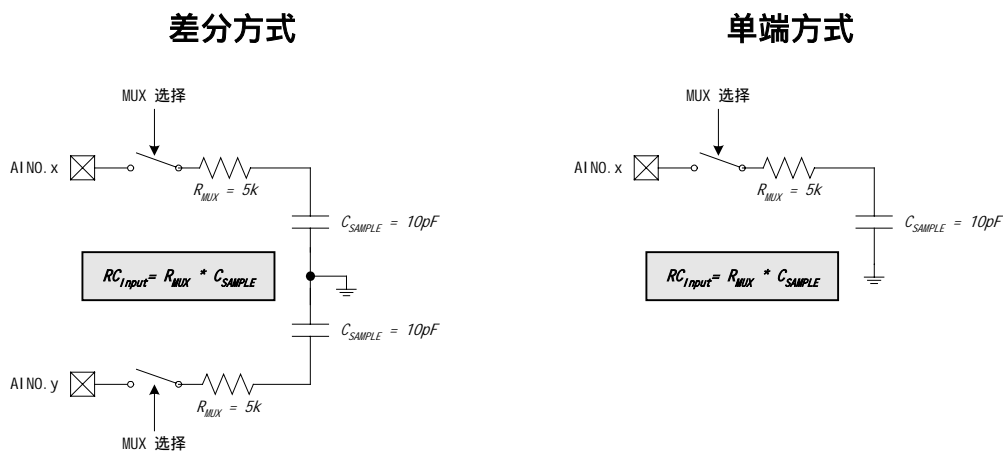

图 5.4 ADC0 等效输入电路
当 ADC0 输入配置发生改变时 (AMUX 或 PGA 的选择发生变化), 在进行一次精确的转换之前需要有一个最小的跟踪时间。该跟踪时间由 ADC0 模拟多路器的电阻、ADC0 采样电容、外部信号源阻抗及所要求的转换精度决定。图 5.4 给出了单端和差分方式下等效的 ADC0 输入电路。注意: 这两种等效电路的时间常数完全相同。对于一个给定的建立精度 (SA), 所需要的 ADC0 建立时间可以用方程 5.1 估算。当测量温度传感器的输出时,  $R_{TOTAL}$  等于  $R_{MUX}$ 。注意: 在低功耗跟踪方式, 每次转换需要用三个 SAR 时钟跟踪。对于大多数应用, 三个 SAR 时钟可以满足跟踪需要。